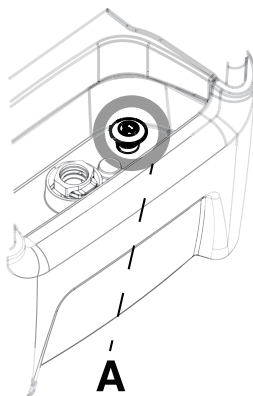

Figura 6-31: Tappo dello scarico
20. Tirare verso l'alto il tappo dello scarico del termoregolatore (Figura 6-31 a pagina 6-48) per aprire lo scarico.